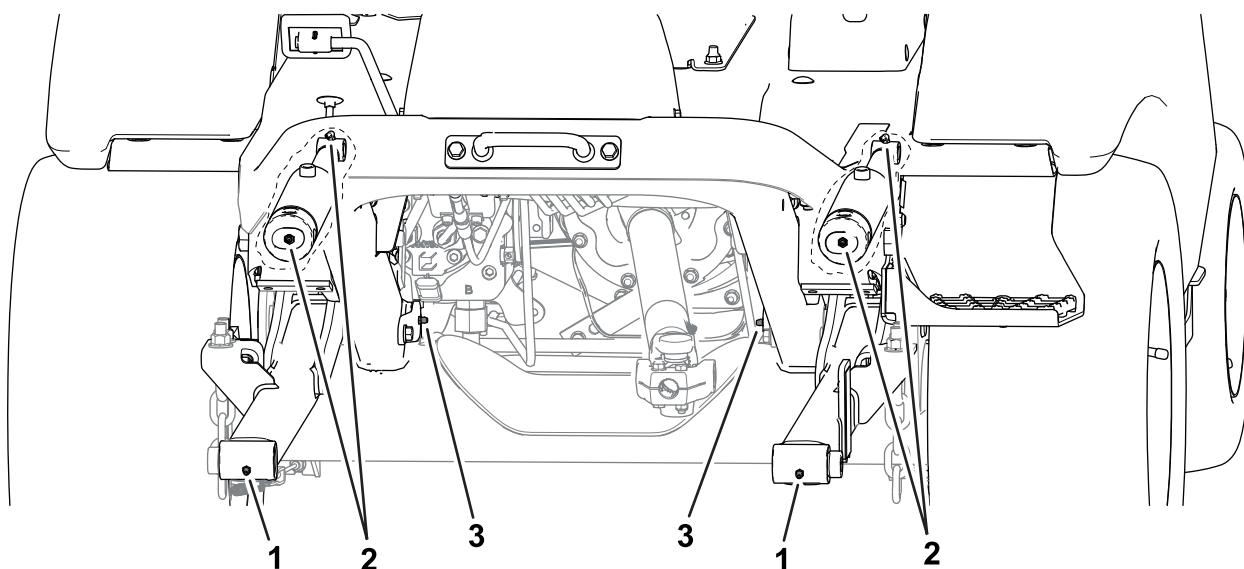

Figure 47
- Avant de la machine (Figure 47) :
- Pivots d'articulation d'accessoire (2)
- Bagues de vérin de levage (2)
- Pivots d'articulation de bras de levage (2)